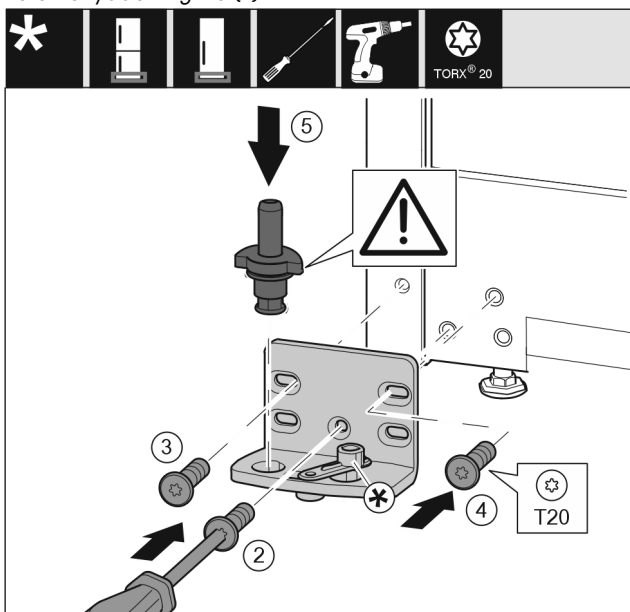

Fig. 17
- ▶ Sätt in lagerbocken på den andra sidan och skruva fast med hjälp av en skruvmejsel. Börja med skruven *Fig. 17 (2)* nere i mitten.
- ▶ Dra åt skruv *Fig. 17 (3)* och skruv *Fig. 17 (4)*.
- ▶ Sätt in lagerbulten *Fig. 17 (5)* helt. Se till att låskammen riktas bakåt.